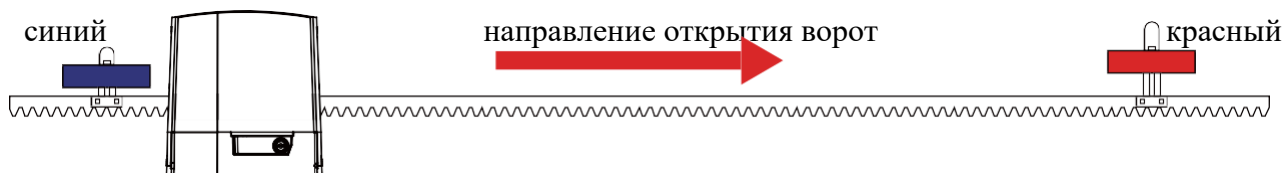

Рис. 8 Установка магнитных концевых выключателей, при открытии ворот слева на право
2. Установите на зубчатой рейке в крайних положениях створки ворот кронштейны с магнитными концевыми выключателями таким образом, чтобы, находясь перед воротами со стороны привода, красный магнитный концевой выключатель располагался справа от привода, а синий — слева (Рис. 8).